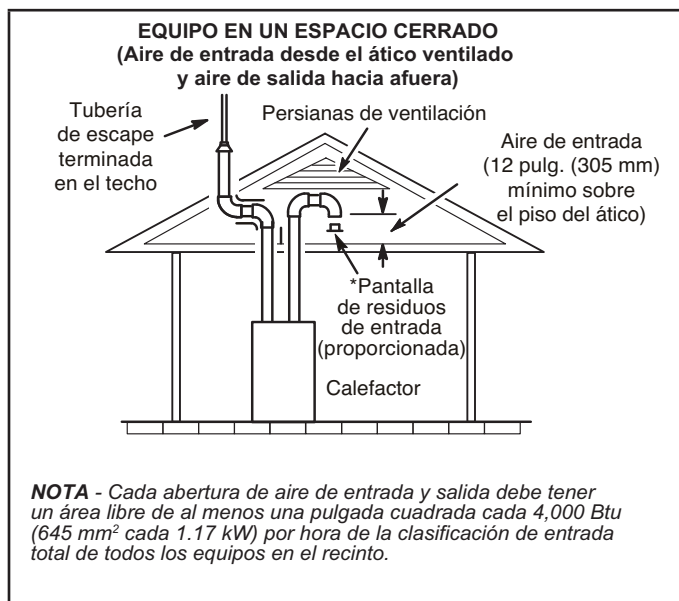
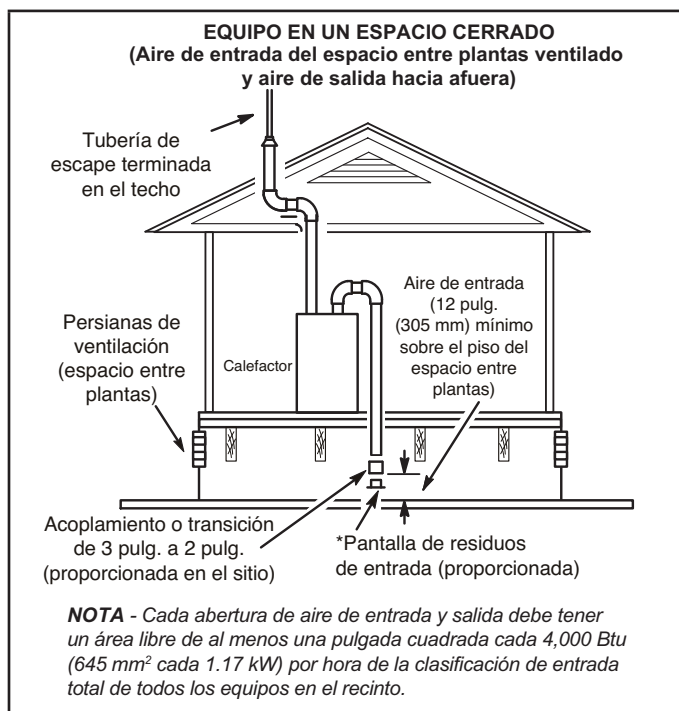

FIGURA 29
FIGURA 30
- 2 - Si el aire de entrada se toma de un ático ventilado (FIGURA 29) o de un espacio entre plantas ventilado (FIGURA 30), el largo de la ventilación de escape no debe exceder los valores listados en la Tabla 6. Si se utiliza una tubería de 3" de diámetro, redúzcala a una tubería de 2" de diámetro en el punto de terminación para acomodar la pantalla de residuos.